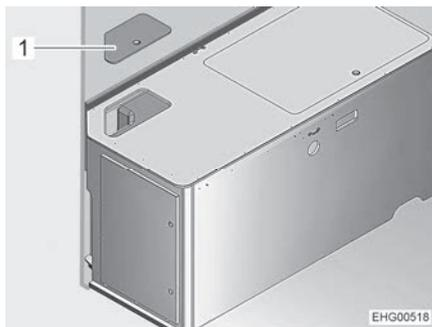

Fig. 110 Coffre de banquette gauche
- Retirer le couvercle de service (Fig. 110,1).